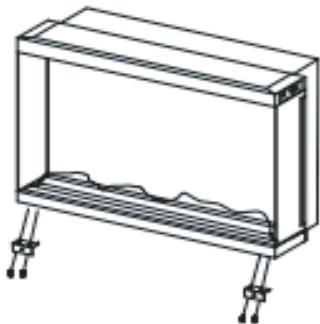

imagen 1
Paso 2: Fije el soporte de sujeción, que se encuentra en la bolsa de accesorios, en la parte inferior del producto con 4 tornillos de 4*10mm (como se muestra en la imagen 1).